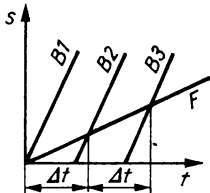

Bild 13
2.24 ☐ Auf einer Straßenbahnstrecke fahren die Bahnen im zeitlichen Abstand von 10 min mit einer Geschwindigkeit von 36 km h^{-1} . Ein Fußgänger geht mit der Geschwindigkeit $6,0 \text{ km h}^{-1}$ in Fahrtrichtung der Bahn. Berechnen Sie den zeitlichen Abstand, in dem die Bahnen am Fußgänger vorbeifahren (Bild 13).